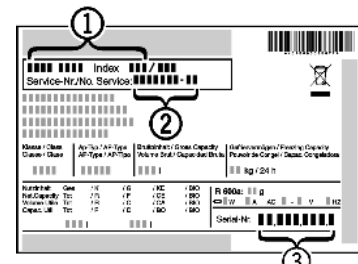

Fig. 53
- ▶ Назва пристрою *Fig. 53 (1)*, сервісний номер *Fig. 53 (2)* та серійний номер *Fig. 53 (3)* вказані на заводській табличці. Заводська табличка знаходиться всередині пристрою, зліва.